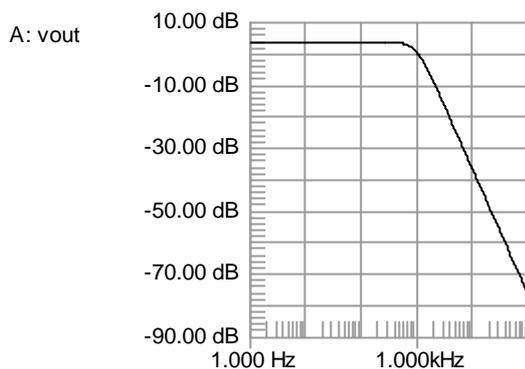

fig. 3 **Filtro passa basso**
- filtro passa basso (low pass LP); questo filtro lascia passare soltanto i segnali sinusoidali la cui frequenza è inferiore ad una prefissata, detta frequenza di taglio (fig.3); nel filtro passa basso, il guadagno assume il suo valore massimo A_{vmax} per $f \rightarrow 0$